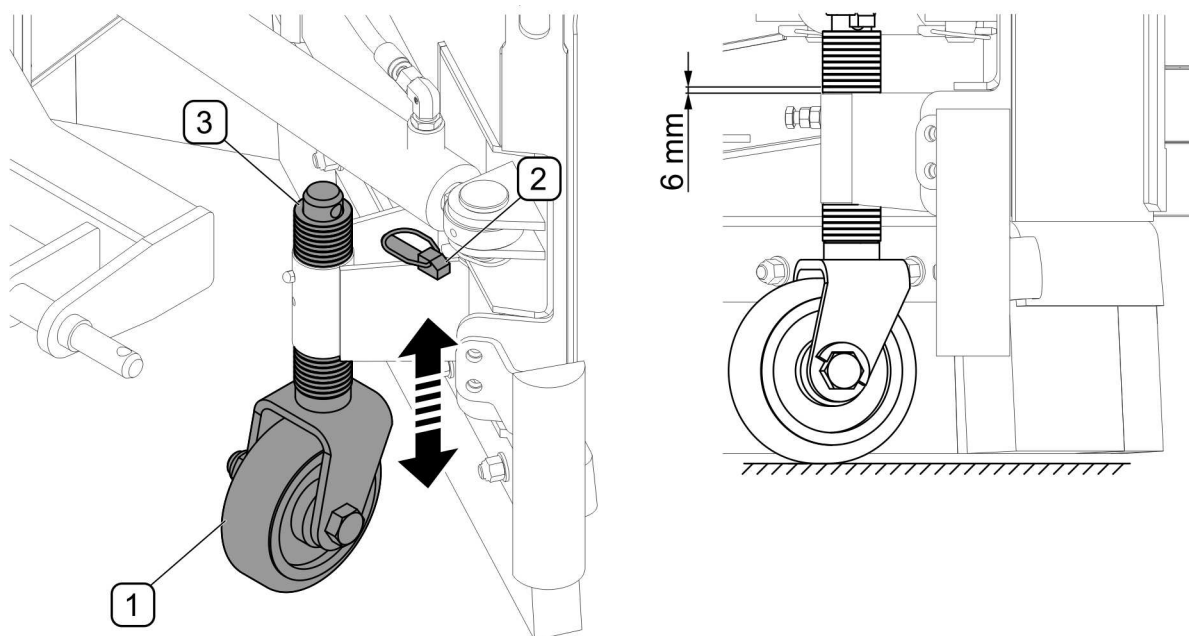

РИСУНОК 4.6 Регулирование рабочей высоты в снеговалах, оснащенных
(1)- скользя; (2)- направляющая скользя; (3)- шплинт; (4)- страховочная чека
В снегоотвалах с ходовыми колесами (РИСУНОК 4.6) рабочая высота регулируется при помощи подкладок (3). Необходимо вынуть шплинт (2) и снять колесо с подкладками (1). После завершения регулирования рабочей высоты зафиксировать колесо шплинтом (2). Положение колеса в направляющей можно изменять через каждые 6 мм. Регулирование левого и правого колеса осуществляется аналогичным способом. Оба колеса должны располагаться на одинаковой высоте.